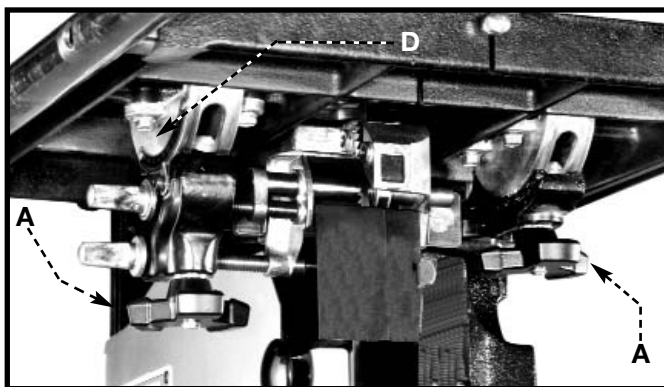
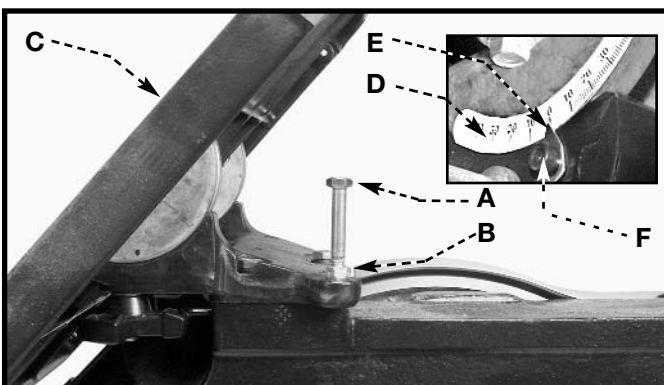
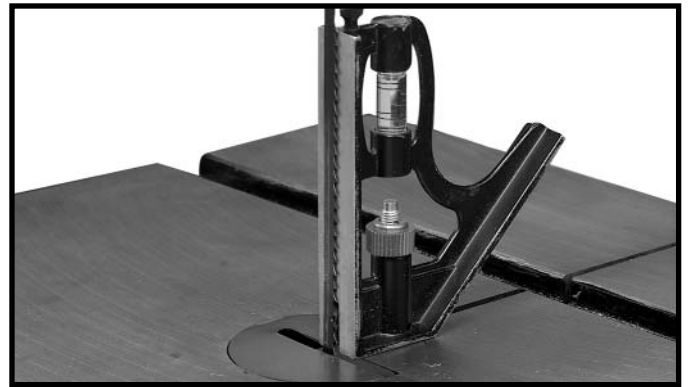

Fig. 25
Fig. 26
Fig. 27
2. Para inclinar la tabla (C) Fig. 26 de la izquierda, afloje de fijación de dos perillas (A) Fig.25, y incline la tabla a la derecha hasta que el acceso a de la parada de la tabla (A) Fig. 26. Quite de la parada de la tabla (A) Fig. 26, y incline la tabla a los 10 grados izquierdos. Apriete de fijación de dos perillas (A) Fig. 25.
La maquina se equipa de una ajustable de la parada de la tabla (A) Fig. 26 que permita que la tabla sea fijada en 90 grados a la lámina.
Incline la tabla (C) Fig. 26 a la izquierda hasta que la parada de la tabla (A) Fig. 26 de entra en contacto con la tabla. Ponga un cuadrado en la tabla contra la lámina (Fig. 27). Si la lámina no es 90 grados a la superficie de la tabla:
2. Afloje de la tuerca de fijación (B) Fig. 26 para liberar del tornillo de reglaje (A) Fig. 26. Dé vuelta al tornillo de reglaje (A) derecho o izquierdo al aumento o baje la parada de la tabla, después apriete la tuerca de fijación (B).
3. Baje la tabla. Compruebe para ver que la tabla sea 90 grados a la lámina (Fig. 27).
4. Cuando la tabla es 90 grados a la lámina, compruebe del indicador (E) Fig. 26 para ver si señala a 0°. Si no, afloje del tornillo (F) Fig. 26 y mueva el indicador a 0°. Apriete el tornillo.